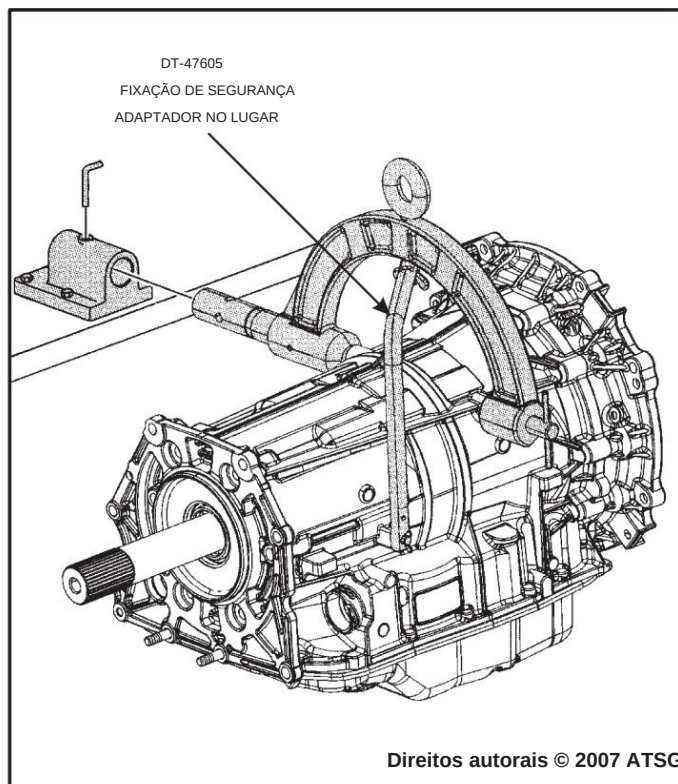

Figura 179
57. Remova a transmissão do suporte de bancada e remova o suporte e o adaptador, conforme mostrado na Figura 179.